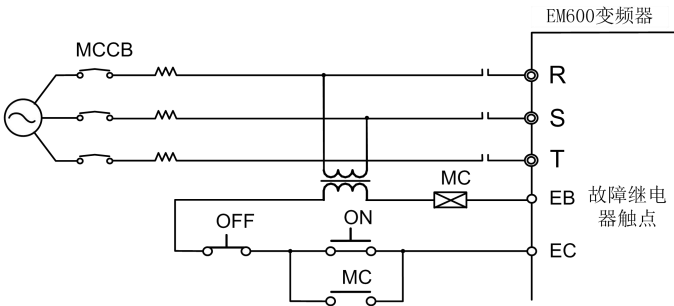

图 3- 5 接入输入断路器
- MCCB 与多台变频器或其他设备共用时，请按图 3- 5 所示，将变频器故障输出继电器触点串入电源接触器线圈，故障信号可断开电源。